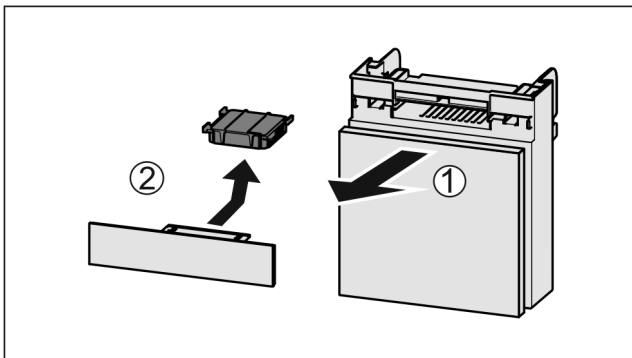

Fig. 38
- ▶ Lade vanaf de voorkant eruit trekken Fig. 38 (1).
- ▶ Actiefkoolfilter verwijderen Fig. 38 (2).